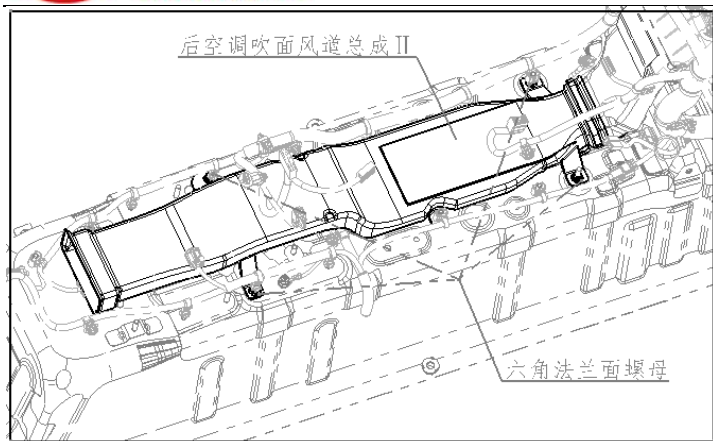

图 1.6.16 后空调吹面风道总成 (II)
(1) 在保证副仪表总成（内含“空调吹面风道总成 III”）和线束共用的卡接点以及副仪表安装支架预先拆卸完成后，通过十号六角套筒将固定“后空调吹面风道总成 II”的四颗Q32106T2F3A六角法兰面螺母松开并取出。如图1.6.16所示；
(2) 安装与拆卸顺序相反